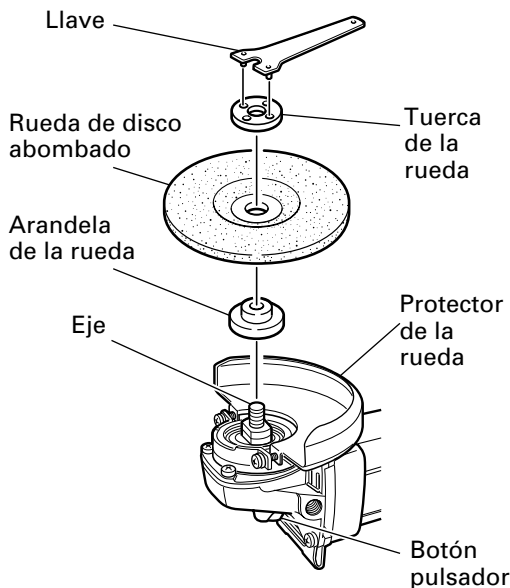

Fig. 5
Cerciérese de que el botón pulsador esté desenganchado presionándolo dos o tres veces antes de conectar la alimentación de la amoladora. (Fig. 5)
- (1) Dé la vuelta a la amoladora de forma que el eje quede encarado hacia arriba.
- (2) Alinee la muesca ovalada de la arandela de la rueda con la musca del eje, y después fíjelas.
- (3) Fije la parte saliente de la rueda de disco abombado en la arandela de la rueda.
- (4) Atornille la rueda en el eje.
- (5) Presionando el botón pulsador con una mano, bloquee el eje girando lentamente la rueda de disco abombado con la otra mano. Apriete la tuerca de la rueda utilizando la llave suministrada como se muestra en la Fig. 5.